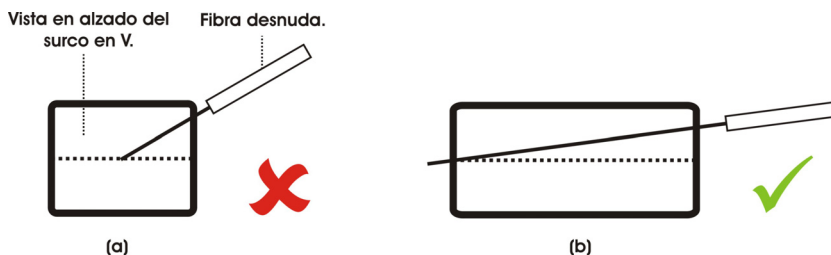

Figura 5.-
- 2.- Coloque la fibra óptica con el corte sobre la guía en V. El extremo de la fibra óptica no ha de tocar la parte inferior del surco en V. Vea Figura 5.- (a) (b).